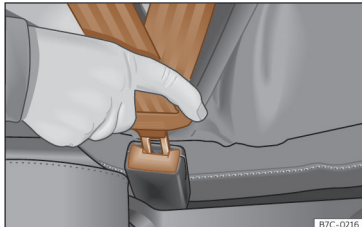

Fig. 13 Introduceți limba centurii de siguranță în catarama acesteia.
- Cuplați limba centurii în catarama scaunului corespunzător »» fig. 13.